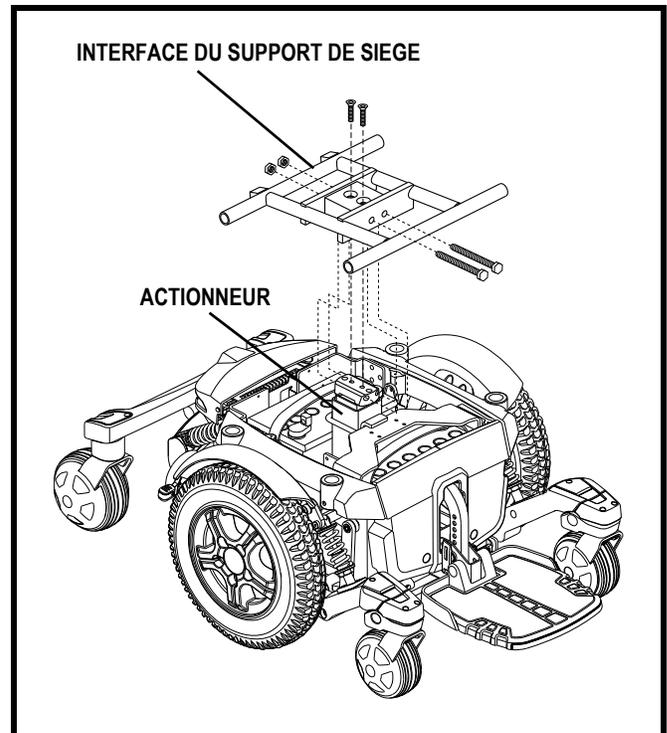

Figure 14. Actionneur du siège électrique éleveur
1. Alignez le support de siège avec le réceptacle de l'actionneur. **Voir la figure 14.**